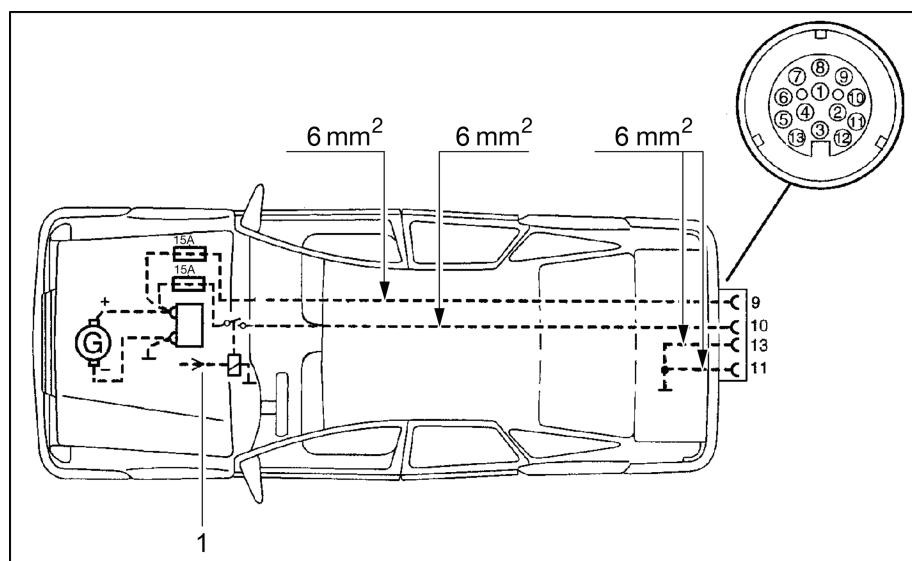

Bild 98 Zugwagen-Installationsplan
- ▷ Das Zugfahrzeug mit den entsprechenden Kabelquerschnitten und einem Relais für die Stromversorgung (gesteuert über Zündung) nachrüsten (siehe Bild 98).